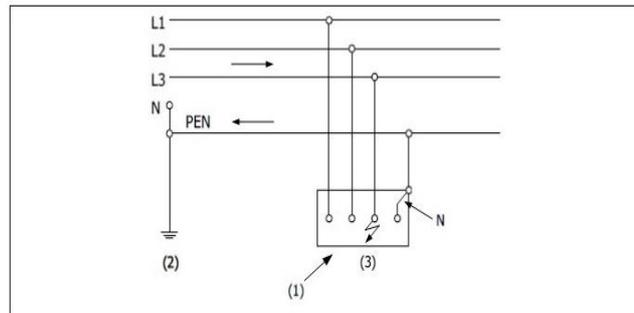

Figure 2 : boucle de défaut dans un schéma TN-C
- le schéma TN-C (voir figure 2), dont le conducteur de protection et le neutre ne font qu'un conducteur nommé PEN. Il doit avoir une section d'au moins 10mm² en cuivre ou 16mm² en aluminium. Ce schéma est interdit dans les installations domestiques, dans les parties communes d'un ensemble résidentiel et dans les installations non-domestiques sans personnel averti (BA4) ou qualifié (BA5);